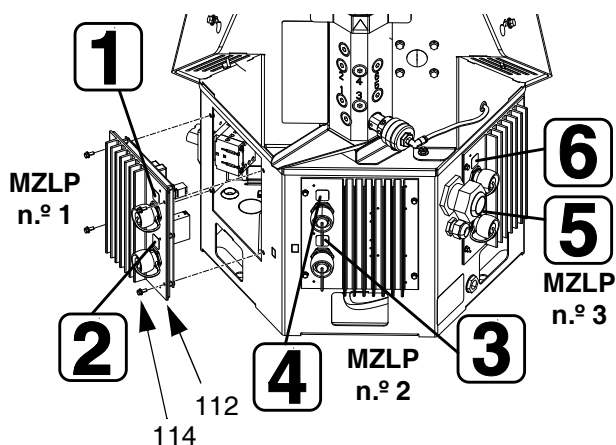

FIG. 45
2. Retire la puerta de acceso delantero del armario eléctrico (10).
3. Desconecte los conectores eléctricos de la manguera calefactada del MZLP (112).
4. Observe la ubicación de cada cable, y desenchufe después todos los cables del MZLP (112) que se reemplazarán. Consulte la FIG. 45.
5. Retire los cuatro tornillos (114) que sujetan el MZLP (112) al armario eléctrico (1); luego, con cuidado, retire el MZLP del armario eléctrico. Consulte la FIG. 45.
6. Reemplace el MZLP. Vea la FIG. 45 para identificar el MZLP n.º 1, el MZLP n.º 2 y el MZLP n.º 3.
- b. Para reemplazar el MZLP n.º 3, retire el puente (135) del conector J5 del MZLP n.º 3 y vuelva a instalarlo en el conector J5 del nuevo MZLP n.º 3.
2. Ponga etiquetas adhesivas en el nuevo MZLP. Consulte la FIG. 45.
3. Use los cuatro tornillos (114) para instalar el MZLP (112) en el armario eléctrico (1).
4. Vuelva a conectar los cables en el MZLP (112).